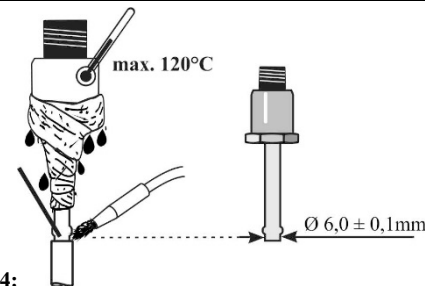

Рис.4:
**Соединение под пайку: (Рис. 4)**